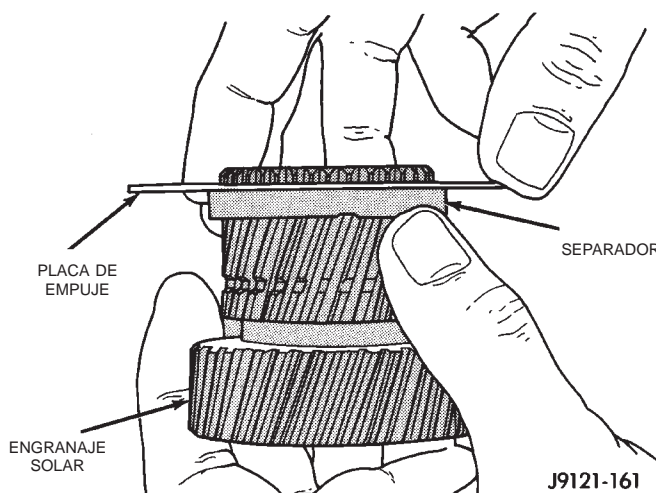

Fig. 156 Instalación de la placa de empuje delantera del casco impulsor en el engranaje solar
(8) Instale la arandela de empuje en el engranaje solar (Fig. 156). Observe que las placas de empuje del casco impulsor son intercambiables. Utilice cualquier placa en el engranaje solar y en la parte delantera/trasera del casco.